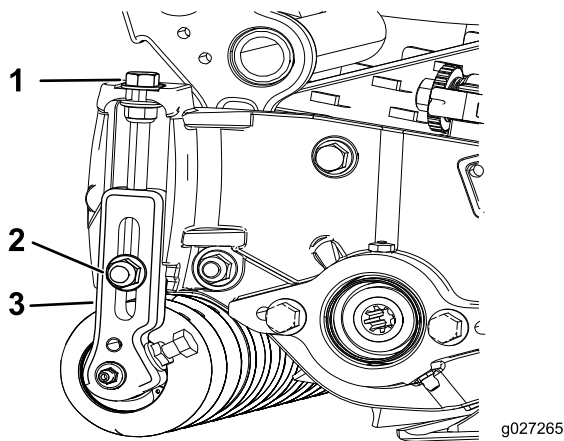

Figure 15
- 1. Desserrez les contre-écrous qui fixent les supports de hauteur de coupe aux plaques latérales du plateau de coupe (Figure 15).